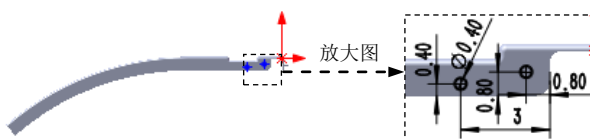

图 14.2.35 横断面草图
② 定义横断面草图。在草图环境中绘制图 14.2.35 所示的横断面草图。
(3) 定义切除深度属性。在“切除—拉伸”对话框 **方向 1** 区域的  下拉列表中选择 **完全贯穿** 选项，选中 ☒ **正交切除(N)** 复选框。其他选择默认设置值。
(4) 单击  按钮，完成切除—拉伸 3 的创建。